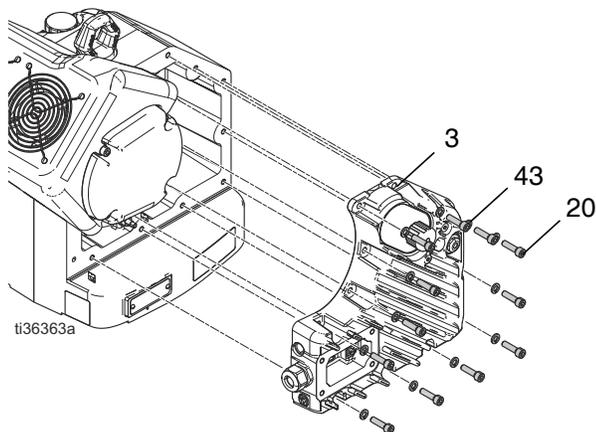

FIG. 17: Desmontaje de la tapa del sistema electrónico
2. Instalar la cubierta del sistema electrónico (3), 12 arandelas (4), 12 tornillos (24) y apriete a un par de 20-27 N•m (15-20 ft-pie). Consulte la FIG. 17 en la página 20.
3. Retire los 12 tornillos (24) y arandelas de la cubierta del sistema electrónico (3). Consulte la FIG. 17 en la página 20.